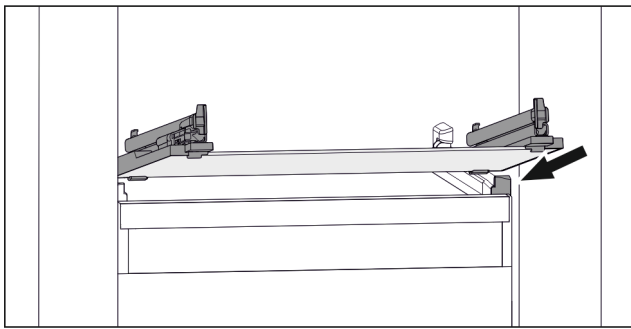

Fig. 64 Rappresentazione esemplificativa del ripiano in vetro
- ▶ Applicare il ripiano in vetro obliquamente dietro i fermi. (vedere Fig. 64)